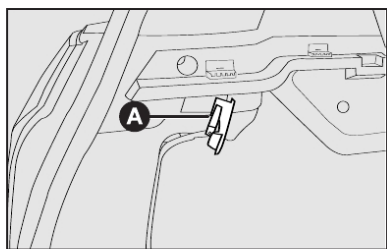

fig. 37
2) retirar a lâmpada **A** puxando-a de sua sede **fig. 37**.